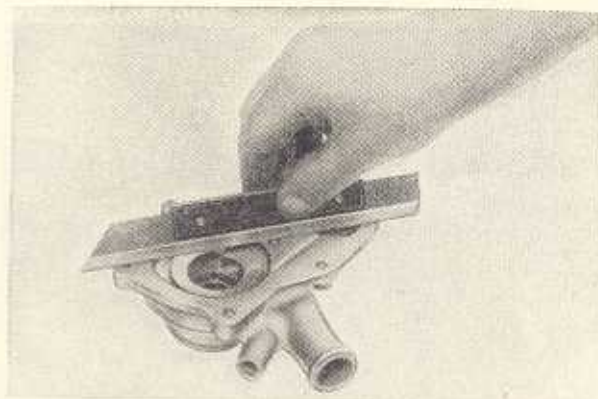

Bild M 34
15. Kontrolle der Flanschfläche am Pumpengehäuse mit Haarlineal (0,02 mm) (Bild M 34).